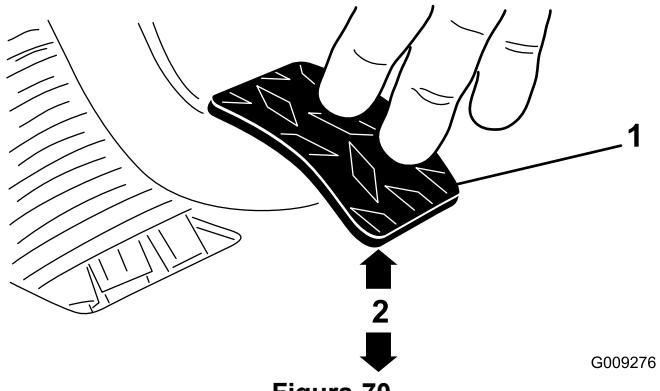

Figura 70
3. Ajuste as porcas ou as juntas até que a extremidade traseira do pedal de embraiagem esteja a $9,5 \pm 0,3$ cm da parte superior da chapa do piso, aplicando uma força de 1,8 quilos no pedal (Figura 70).